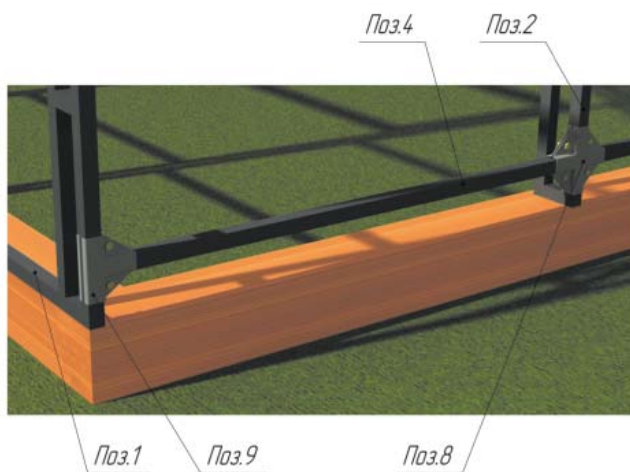

Рисунок 9 – Монтаж торцов с форточкой и дверью и нижнего основания на брусья
2. Соединить Поз.4 и Поз.1 с помощью крепления-спайдер «Т-образный» (Поз.9). Закрепить на брусья саморезами или гвоздями (в комплект поставки не входят) (рис. 9).